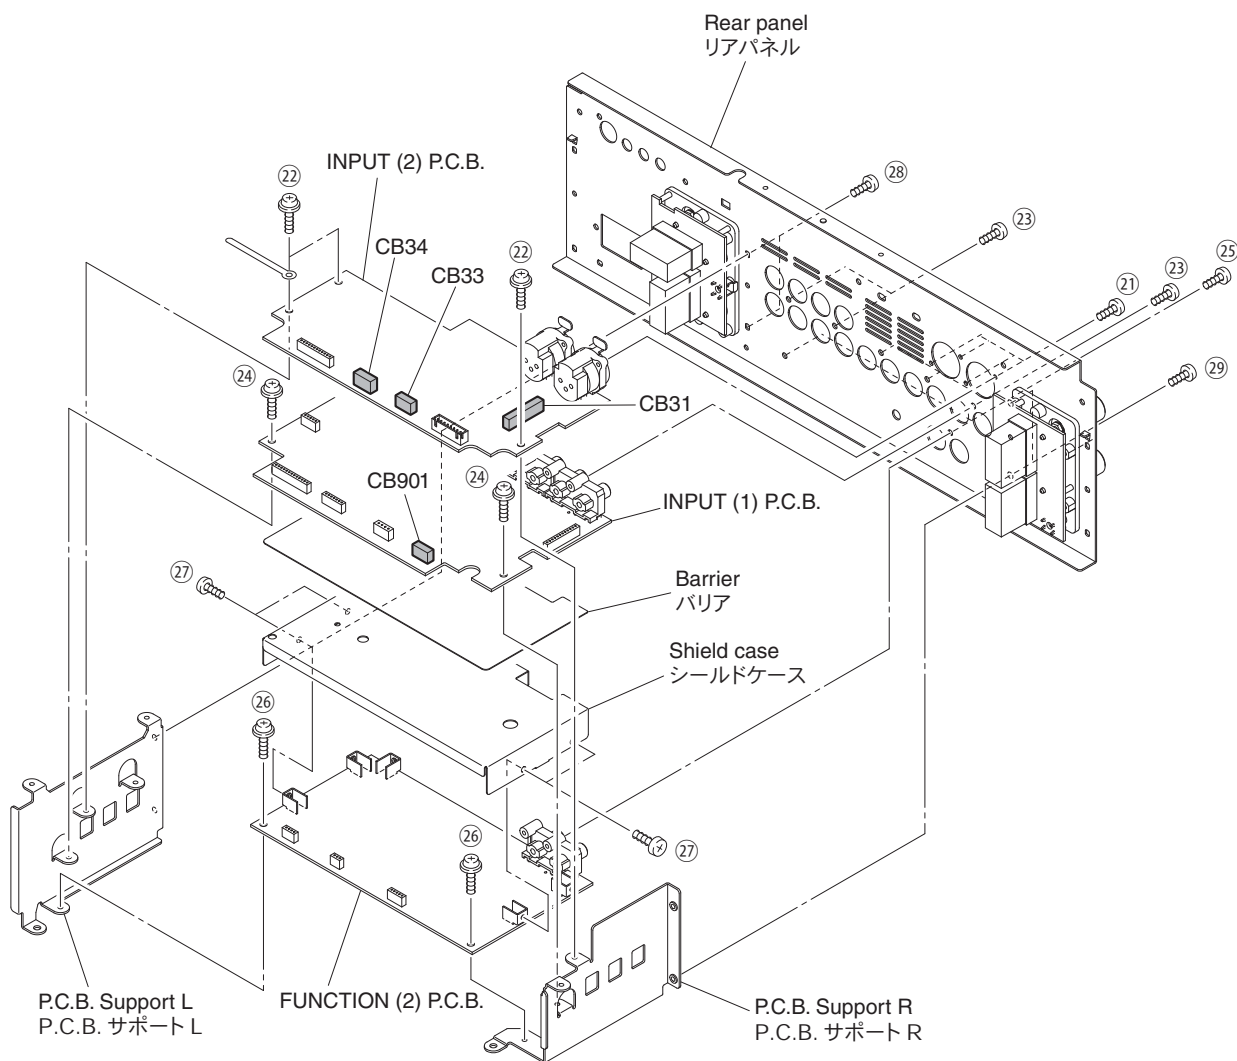

Fig. 11
10. Removal of INPUT (2) P.C.B.
- Remove 4 screws (21) and 3 screws (22). (Fig. 11)
- Remove CB31, CB33 and CB34. (Fig. 11)
- Remove the INPUT (2) P.C.B. (Fig. 11)
11. Removal of INPUT (1) P.C.B.
- Remove 5 screws (23) and 2 screws (24). (Fig. 11)
- Remove CB901. (Fig. 11)
- Remove the INPUT (1) P.C.B. (Fig. 11)
12. Removal of FUNCTION (2) P.C.B.
- Remove 2 screws (25) and 2 screws (26). (Fig. 11)
- Remove 4 screws (27) and disconnect barrier with the shield case. (Fig. 11)
- Remove 2 screws (28) and disconnect P.C.B. support L. (Fig. 11)
- Remove 2 screws (29) and disconnect P.C.B. support R. (Fig. 11)
- Remove the FUNCTION (2) P.C.B. (Fig. 11)
10. INPUT (2) P.C.B. の外し方
- ②①のネジ4本、②②のネジ3本を外します。(Fig. 11)
- CB31、CB33、CB34を外します。(Fig. 11)
- INPUT (2) P.C.B.を外します。(Fig. 11)
11. INPUT (1) P.C.B. の外し方
- ②③のネジ5本、②④のネジ2本を外します。(Fig. 11)
- CB901を外します。(Fig. 11)
- INPUT (1) P.C.B.を外します。(Fig. 11)
12. FUNCTION (2) P.C.B. の外し方
- ②⑤のネジ2本、②⑥のネジ2本を外します。(Fig. 11)
- ②⑦のネジ4本を外し、バリアとシールドケースを外します。(Fig. 11)
- ②⑧のネジ2本を外し、P.C.B. サポート Lを外します。(Fig. 11)
- ②⑨のネジ2本を外し、P.C.B. サポート Rを外します。(Fig. 11)
- FUNCTION (2) P.C.B.を外します。(Fig. 11)